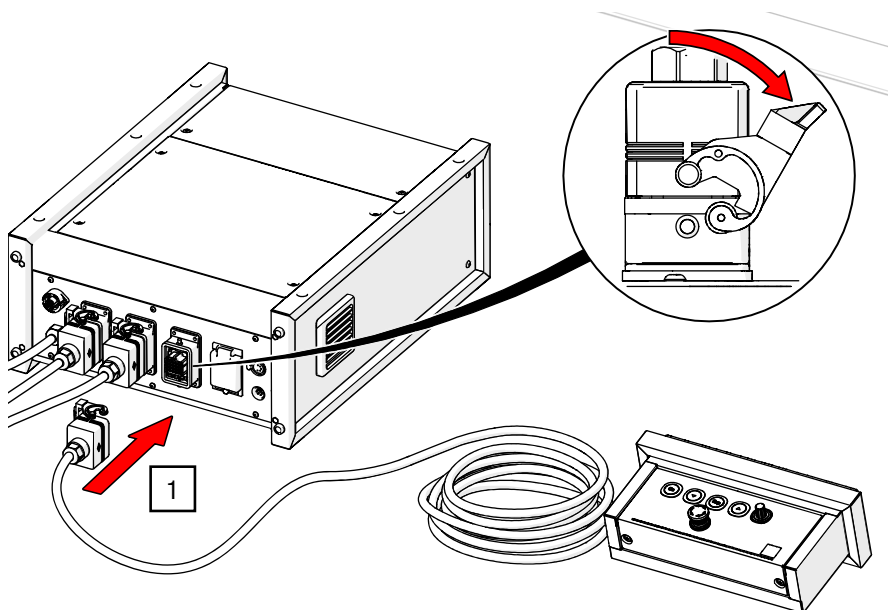

Abb. 28: G-FRAME 54 – 2. Bedienstelle anschließen
1. Schließen Sie den Stecker vom Not-Aus-Taster an der Buchse Not-Aus auf der Rückseite der Steuerung an (siehe Abb. 28).
2. Schließen Sie das DMX-Eingangskabel, welches von einem externen DMX-Steuergerät abgeht, mit dem 5-poligen XLR-Stecker an die *DMX-IN*-Buchse (5/Abb. 6) der Rückseite der Steuerung an (siehe Abb. 28).
1. Stecken Sie das Steuerungskabel der 2. Bedienstelle in die mit 0XSB1 markierte Buchse an der Rückseite der Steuerung und verriegeln Sie diese mit dem Bügel (siehe Abb. 28).